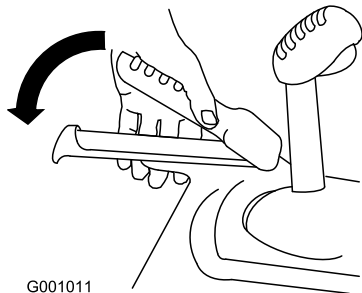

Figure 26
2. Engagez le levier de commande de déplacement et maintenez-le en place (Figure 26).